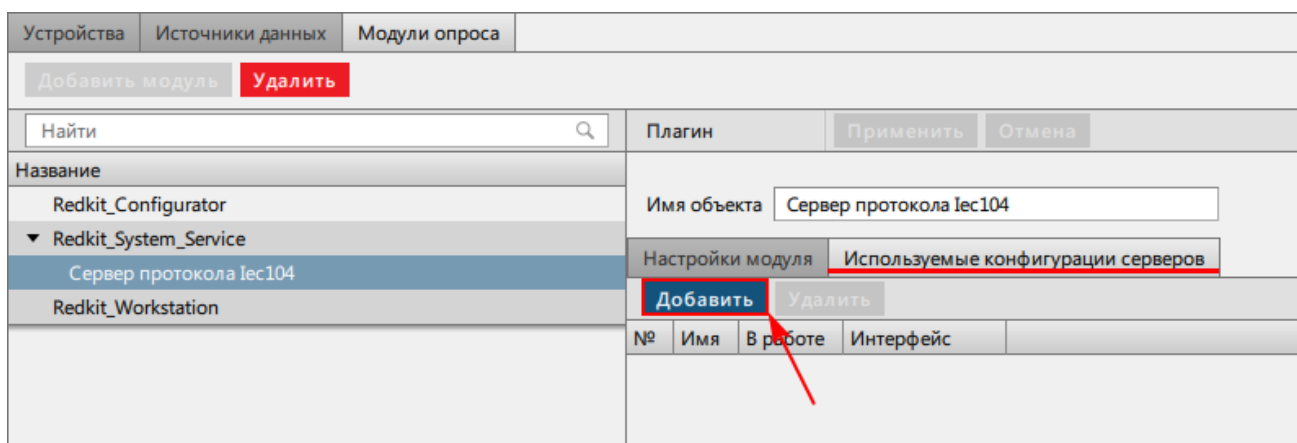

Рисунок 196 - Используемые конфигурации серверов
14. Внутри модуля на вкладке **Используемые конфигурации серверов** нажмите **Добавить** (Рисунок 196).